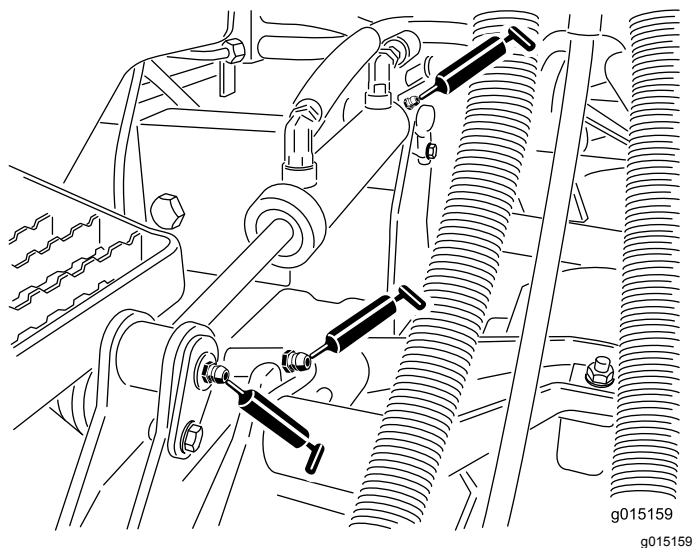

Figura 44
- Casquillos de los cilindros de elevación (2 por unidad de corte) (Figura 44)
- Casquillos de los brazos de elevación (1 por unidad de corte) (Figura 44)